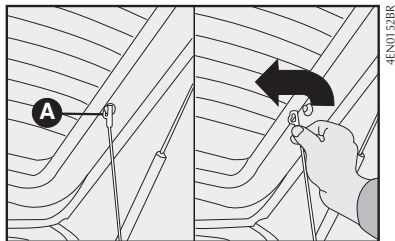

fig. 85
1) Soltar as extremidades superiores **A-fig. 85** dos dois tirantes, desprendendo as argolas dos pinos.